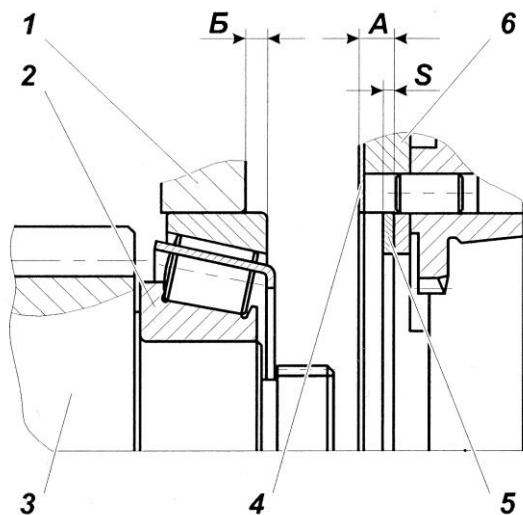

Рис. 99:
3.1 Замерить абсолютные величины размеров А (между торцами уплотнительной прокладки и проставки) и Б (между торцами картера и подшипника) рис. 99. При этом, торец ступицы шестерни привода промежуточного вала должен быть плотно (под усилием собственного веса вала) прижат к торцу технологического приспособления, а наружное кольцо заднего подшипника - к роликам.
4 Демультипликатор с установочными прокладками, подобранными по п. 3, пристыковать к картеру коробки передач, обеспечив затяжку болтов крепления демультипликатора к коробке передач с $M_{кр}=215,74...274,5$ Н·м (22...28 кгс·м). Перед установкой демультипликатора на уплотнительную прокладку поз. 5 (рис. 99) с обеих сторон нанести герметик УГ-9 ТУ 6-01-1326-86 или УГ-6 ТУ 6-01-1285-84 непрерывной полосой шириной 2...3 мм по контуру.